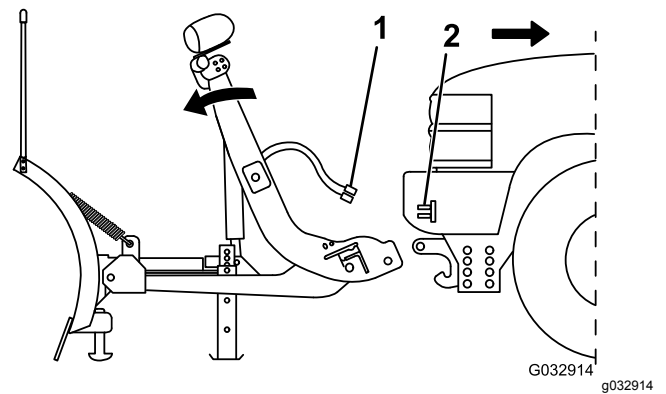

Figure 38
5. Poussez le commutateur SmartHitch2, situé sur le côté de la tour d'accouplement, vers le haut pour dégager les goupilles, puis vers le bas pour abaisser complètement la tour (Figure 38).
6. Débranchez le faisceau du chasse-neige du faisceau du véhicule, et remettez les chapeaux de protection sur les connecteurs électriques (Figure 38).